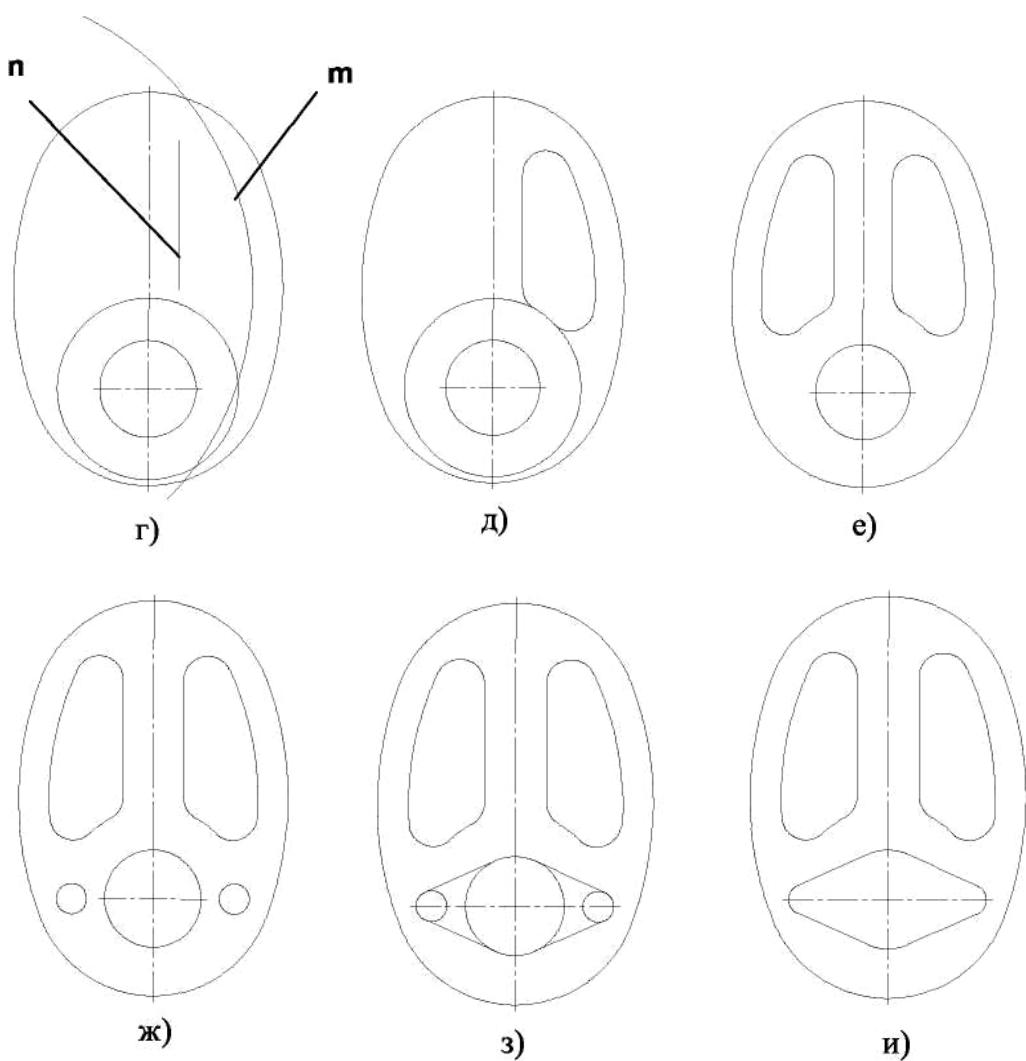

Рисунок 2.12 - Последовательность выполнения лабораторной работы
2. Изобразить осевые линии (рис.2.12 а).
б) щелкнуть по пиктограмме Отрезок, задать стиль линии Осевая, а затем изобразить осевые линии (рис. 2.12 а). При формировании изображений осевых линий использовать расширенную команду - Параллельный отрезок -
3. Изобразить заданные окружности (рис. 2.12 а). Для точного указания точек использовать объектную привязку Пересечение. Для этого щелкнуть на кнопке - Установка глобальных привязок и в открывшемся окне установить опцию Пересечение.
4. Построить окружности, касательные к заданным окружностям (рис. 2.12 б). Для этого использовать команду - Касательная окружность к двум кривым.
5. Удалить ненужные части окружностей. Использовать команду - Усечь кривую панели Редактирования (рис. 2.12 в).
6. Построить дугу окружности m на заданном удалении от внешнего контура и прямую n , параллельную вертикальной оси симметрии (рис. 2.12 г).
7. Построить сопряжения между прямой n и дугой окружности m . Для построения сопряжений использовать команду - Скругление (рис. 2.12 д, ж).
8. Построить окружности и касательные к ним. Для построения касательных использовать опцию - Отрезок, касательный к двум кривым (рис. 2.12 з, и).
9. Удалить ненужные части окружности с использованием команды - Усечь кривую (рис. 2.12 к).
10. Установить точность размерных надписей - число знаков после запятой 0 (рис. 2.12). Выполнить изображения размеров.